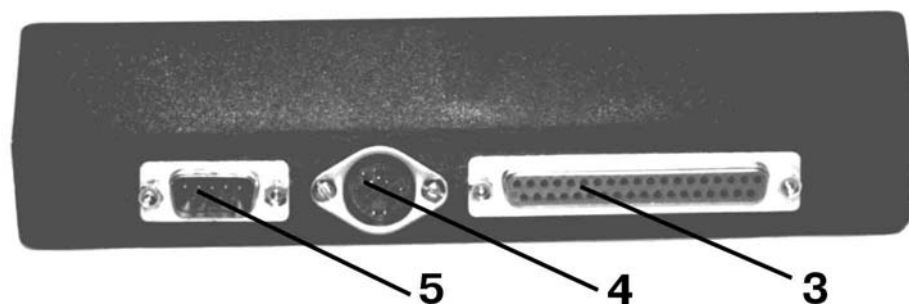
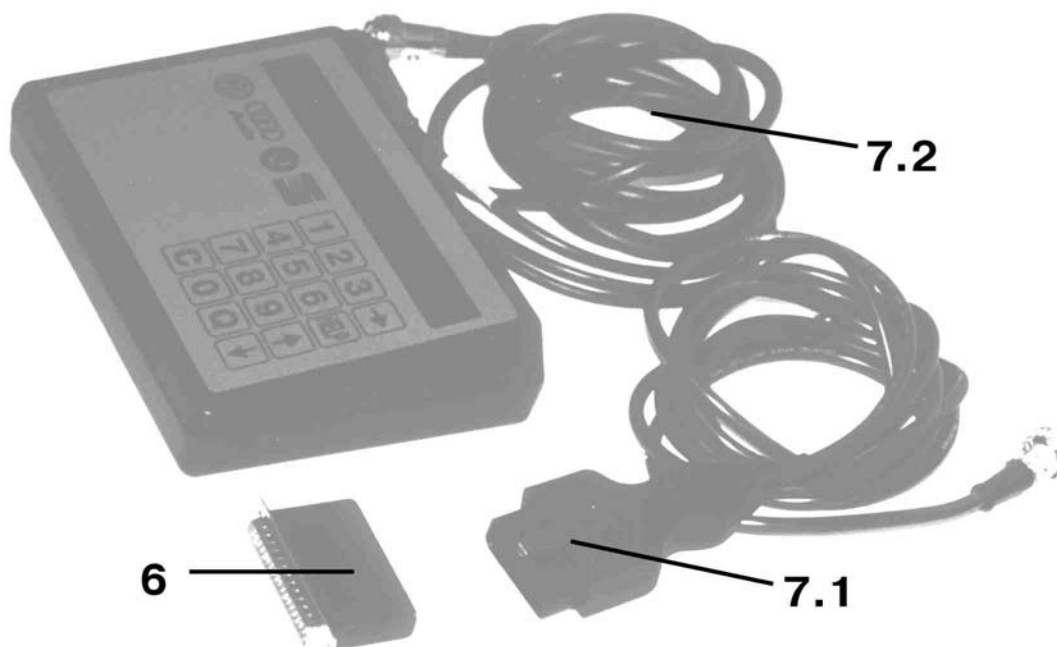

Рис.2 Вид прибора со стороны соединительных разъёмов
Рис.3 Програмная карта и соединительные провода.
На тыльной стороне прибора расположен разъём для подсоединения программной карты (Рис.2 поз.3). Программная карта хранит все запрограммированные функции сканера. Программная карта может быть заменена на другую. Это необходимо в том случае, если в последствии заводом в новые модели автомобилей будут добавлены дополнительные устройства бортовой электроники. Программные карты поставляются на различных языках. Если программная карта не установлена, то прибор работает по встроенной программе на немецком языке версии №3.
Питание прибора от бортовой сети автомобиля, а также обмен данными с центральным процессором автомобиля осуществляется через разъём (Рис. 2, поз.4). Диагностический шнур (Рис.3 поз. 7.1, 7.2) соединяет сканер с разъёмом в салоне автомобиля.
2. Вытащите карту из раёма на тыльной стороне прибора (См. Рис. 2, поз. 3).